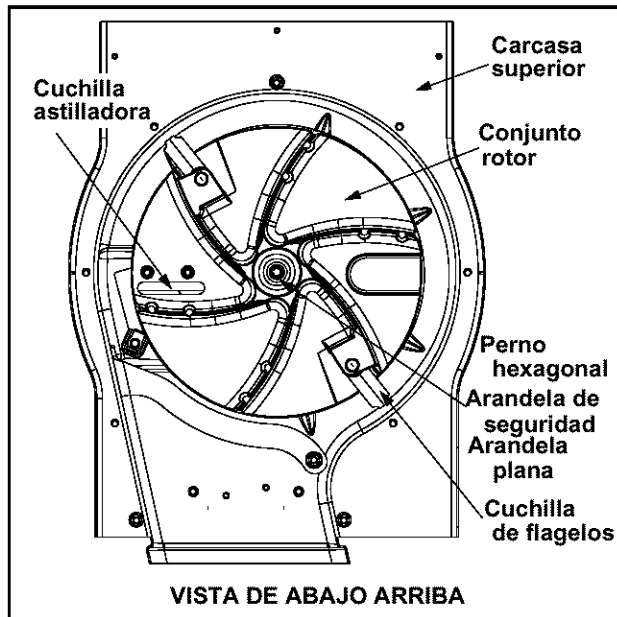

Figura 16
- Quitar el perno hexagonal, la arandela de seguridad y la arandela plana que sujetan el conjunto rotor al cigüeñal. Ver la Figura 16.